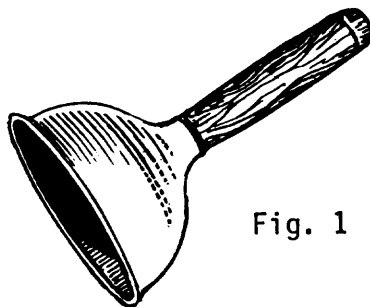

Fig. 1
*Cuando el vidrio esté embutido levántelo con el auxilio de un destapador de pileta, humedeciéndolo en los bordes (fig. 1).*